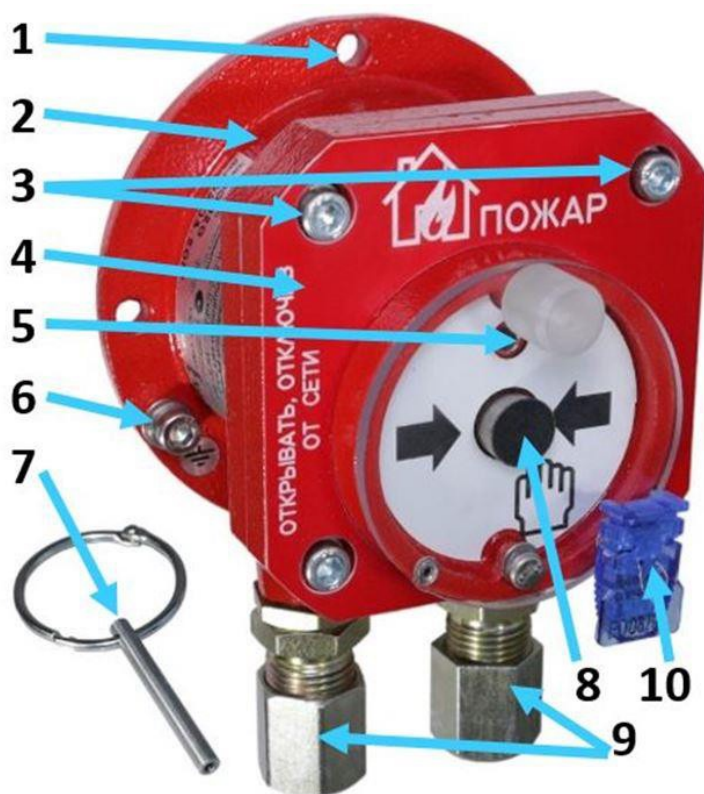

Рисунок 1 – Внешний вид извещателя
- в отверстие крышки извещателя (снизу) вставить специальный ключ и вернуть на 2 оборота по часовой стрелке, рис.1;
- потянуть специальный ключ вниз, при этом кнопка вернется в исходное состояние, извещатель перейдет в режим «Дежурный», рис.1.